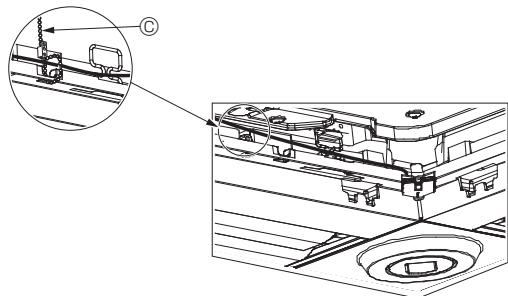

Fig. 5-13
- Зафиксируйте провода датчика i-See и приемника сигнала на панели с помощью зажима, как показано на схеме, чтобы провода не провисали, после чего отрежьте лишнюю часть зажима. (Fig. 5-13)
- Если положение датчика i-See было изменено с “○” (E) на положение “□” (F), измените настройки выключателя. (См. стр. 197.)